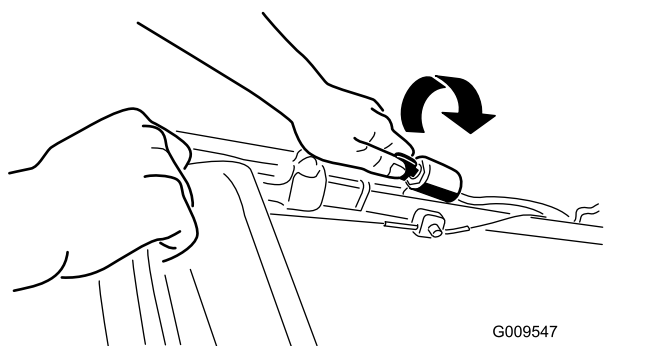
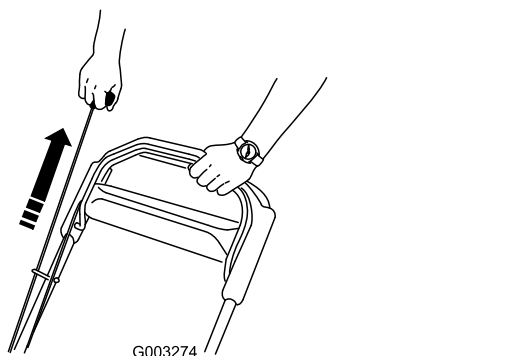

Figure 16
Figure 17
2. Tournez la clé de contact (Figure 16) ou tirez la poignée du lanceur (Figure 17).